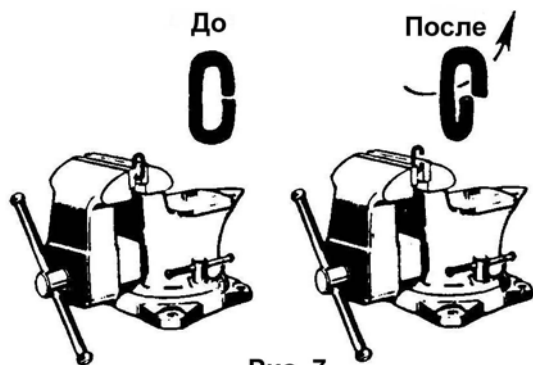

Рис. 7
5. С помощью разводного гаечного ключа подвиньте звено горизонтально назад (Рис. 7). Откройте звено достаточно для того, чтобы вставить или снять второе звено.